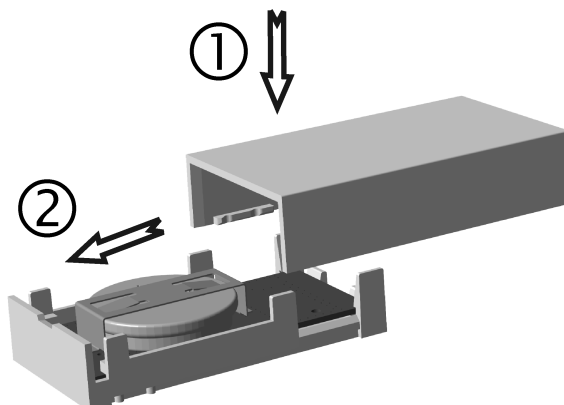

Figura 4: Chiudere l'alloggiamento
- Riposizionare il coperchio dell'alloggiamento e farlo scorrere fino a quando non scatta in posizione (Figura 4).